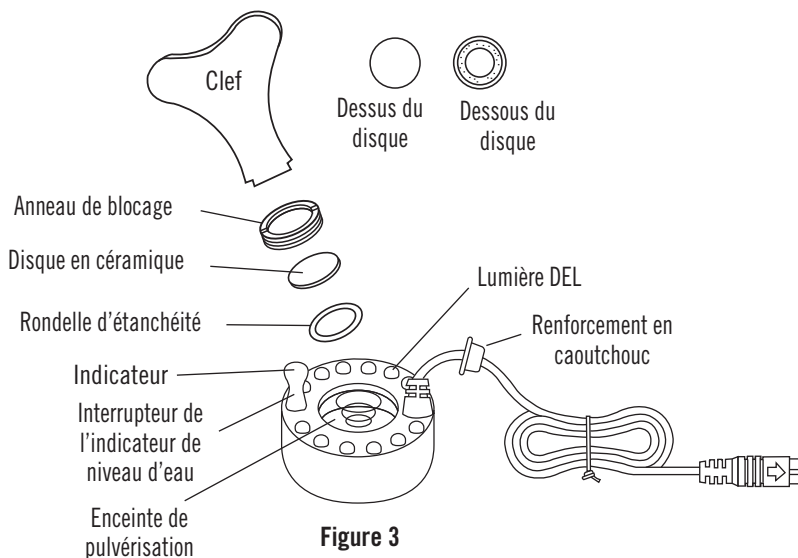

Figure 3
- Après environ 3000 heures de fonctionnement, le disque en céramique produira moins de brume. Ce sera le temps de le remplacer. Procurez-vous un nouveau disque en céramique avec sa clef auprès de votre fournisseur local, et référez-vous à la Figure 3.